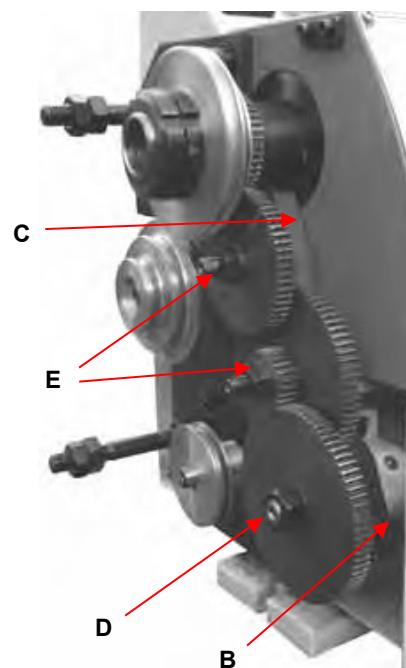
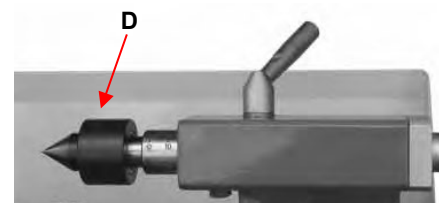

Fig. 19
Fig. 29
3. Allentare la vite di bloccaggio (B, Fig. 19) sul quadrante.
4. Ruotare il quadrante (C, Fig. 19) verso destra.
5. Per rimuovere gli ingranaggi del cambio nella parte anteriore, svitate il dado (D, Fig. 29) dalla vite di testa o i dadi (E, Fig. 19) dai bulloni del quadrante.
La punta rotante è montata su cuscinetti a sfera. Il suo utilizzo è fortemente consigliato per velocità di rotazione superiori a 600 giri/min. (Fig. 29)